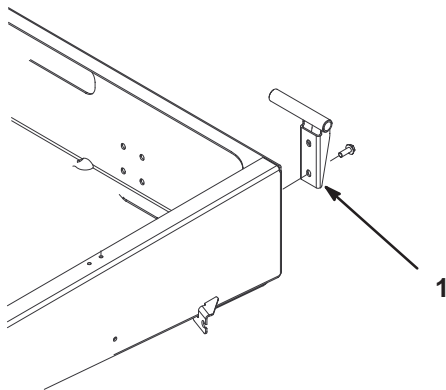

Figura 8
2. Montate la staffa orientabile sinistra nell'angolo posteriore sinistro del telaio, usando due viti a testa flangiata 3/8 x 1". Collocate la staffa come illustrato nella Figura 8.